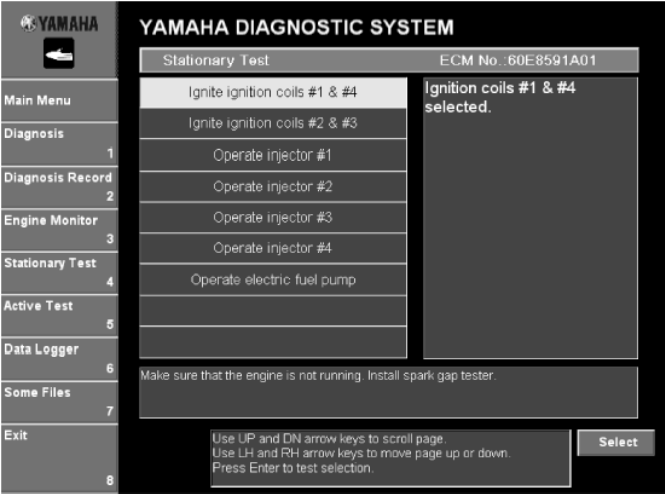

Рис. 64
1. выбрать тест, который Вы желаете выполнить щелчком по нему или нажимая клавишу курсора вверх или вниз на клавиатуре. (Рис. 64)
- выбрать номер цилиндра к которому подключен тестер искрового промежутка и который будет проверяться, и затем щелкнуть **Выбор(Select)** или нажать клавишу Enter клавиатуры. (Рис. 64)